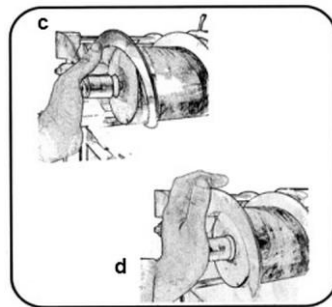

Fig. 37
7. Installera spolen genom att trycka försiktigt och djupt, som visas i Fig. 37 (c och d).